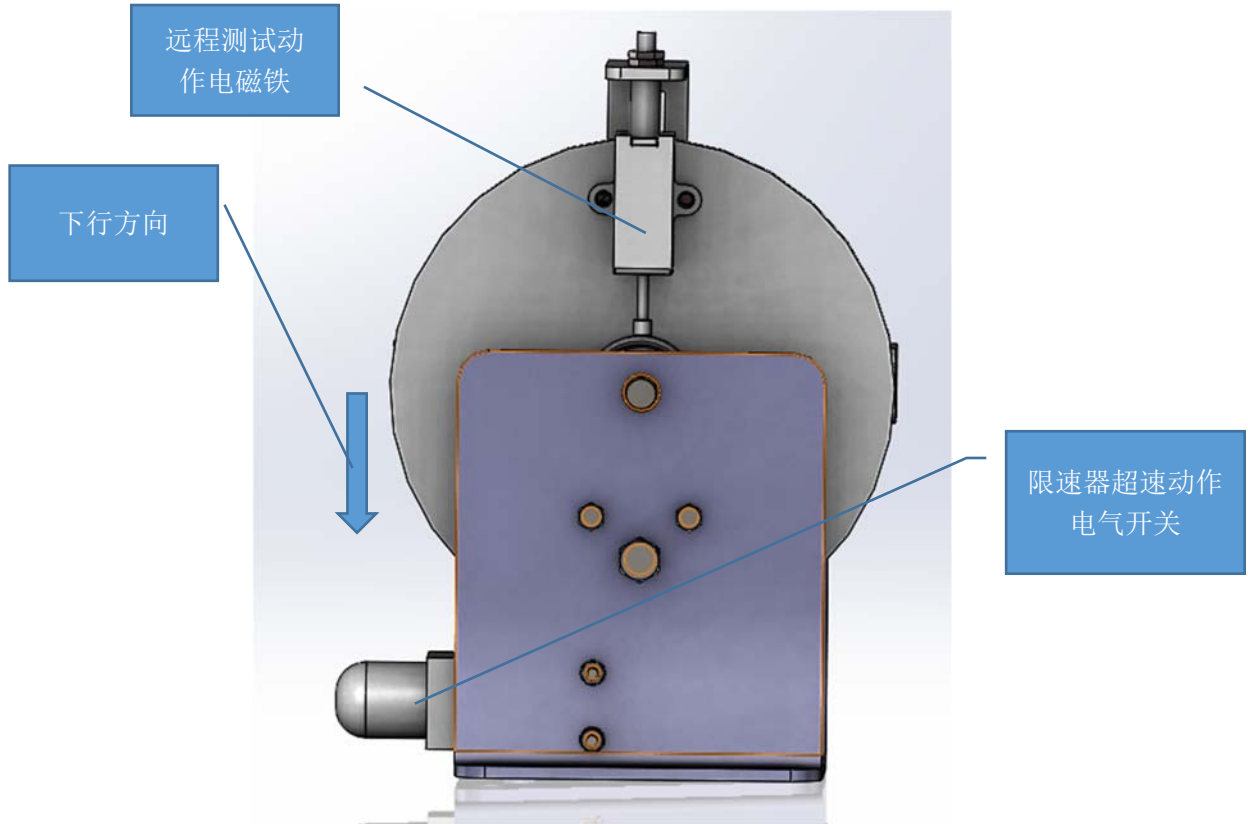

图 1
- 1、本产品触发方式为电磁铁形式的限速器，试验方法为轿厢以检修速度下行，绳轮缓慢转动，将图 1 所示动作电磁铁通电，直至限速器圆盘转动一定角度后并、实现限速器机械动作从而提拉安全钳，使轿厢制停，然后断开电磁铁开关。试验后需将限速器复位，使轿厢微量上行，机械和电气开关自动复位，